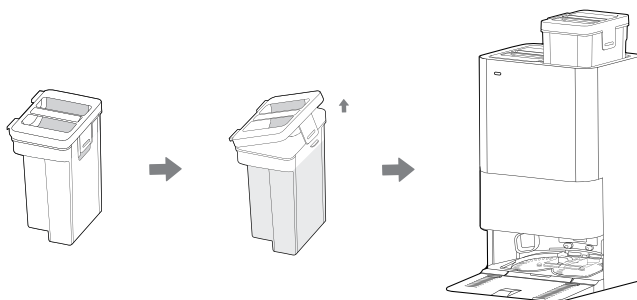

fig. 5
10. Antes de comenzar la primera sesión de limpieza, retire el depósito de agua limpia situado en el lado derecho, abra la tapa y añada agua limpia con detergente Hoover (35602971-DETHHOOV) [fig. 5]